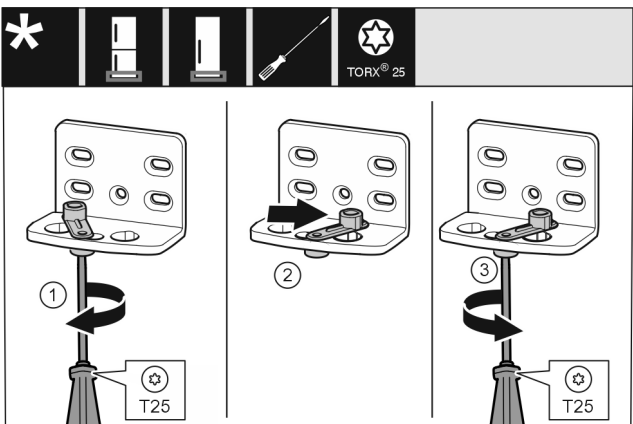

Fig. 11
- ▶ Schroef met de schroevendraaier T25 losdraaien. Fig. 11 (1)
- ▶ Deursluthulp optillen en 90° naar rechts in de opening draaien. Fig. 11 (2)
- ▶ Schroef met schroevendraaier T25 vastschroeven. Fig. 11 (3)